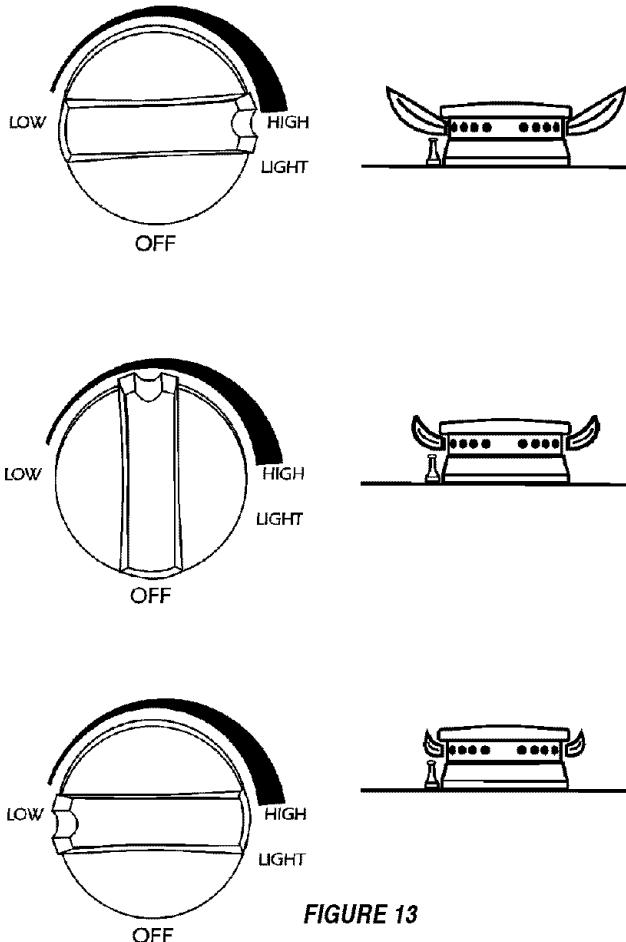

FIGURE 13
Une fois les étapes A, B et C de la conversion terminées, vérifier l'apparence de la flamme de chaque brûleur à feu doux et à plein feu (Hi) par rapport à la figure 13. Si la flamme paraît trop grande ou trop petite, revoir chaque étape pour s'assurer qu'elle a été effectuée correctement.
- Commencer à la position correspondant au gaz GPL (voir le n° 5, page 9, sous C, RÉGLAGE DE LA FLAMME À FEU DOUX), puis tourner la vis dans le sens anti-horaire jusqu'à ce que la flamme se stabilise et ressemble à la flamme illustrée pour le réglage « feu doux » de la figure 13. Une flamme correctement réglée est stable, bleue et d'une longueur minimum. Le réglage final doit être vérifié en faisant tourner le bouton de feu doux à plein feu et vice versa à plusieurs reprises sans que la flamme s'éteigne.
Une fois les étapes A, B et C de la conversion terminées, vérifier l'apparence de la flamme de chaque brûleur à feu doux (Lo) et à plein feu (Hi) contre la figure 13. Si la flamme paraît trop grande ou trop petite, s'assurer que chaque étape a été effectuée correctement.